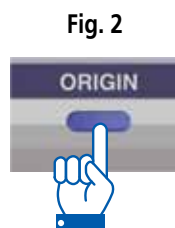

Fig. 2
4. Una vez puesta la batería, limpie las superficies de medición y mueva el cursor hasta el límite de su recorrido de tal forma que las superficies de medición queden alineadas. Presione la tecla ORIGIN para fijar el punto de origen. (**Fig. 2**)